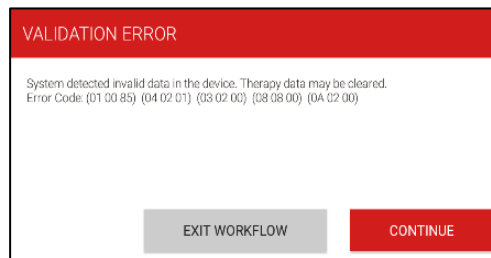
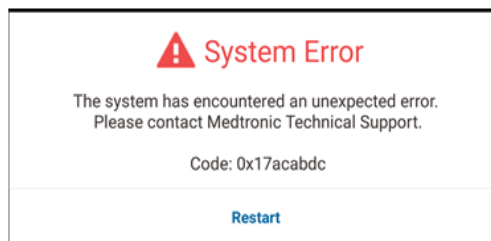

Figure 1 : invite d'erreur de validation
Figure 2 : invite d'erreur système
Medtronic a reçu quatorze (14) rapports entre janvier 2020 et le 24 novembre 2020 indiquant que des utilisateurs ont été confrontés à cette erreur de validation (Figure 1) suivie d'une erreur système (Figure 2) sur l'application logiciel Intellis A710 version 1.3.80 du programmeur médecin CT900 indiquant que la mise à jour de programmation du simulateur n'avait pas pu être menée à terme. Après enquête, il a été établi qu'il y avait une corruption dans un emplacement spécifique de la mémoire du simulateur et que l'application logiciel Intellis A710 version 1.3.80 n'effaçait pas cette corruption comme elle aurait dû le faire, ce qui entraînait une erreur système. Cette erreur système n'est pas courante et la fréquence rapportée est inférieure à 1 sur 10 000.
Ce problème apparaît et est reconnu dans l'environnement clinique lorsque le patient est suivi par un professionnel de santé. Si vous rencontrez « VALIDATION ERROR » (L'erreur de validation) (comme indiqué) avec le code d'erreur (01 00 85) (04 02 01) (03 02 00) (08 08 00) (0A 02 00) **avant** d'installer la dernière version de l'application logicielle Intellis A710, v1.3.130, veuillez sélectionner l'option « **CONTINUE** » (Continuer). Si « **EXIT WORKFLOW** » (Quitter flux de travail) est sélectionnée, veuillez rétablir la communication et sélectionner « **CONTINUE** » (Continuer) en présence de «VALIDATION ERROR» (L'erreur de validation) (figure 1).
Après avoir sélectionné l'option « **CONTINUE** » (Continuer), si cette « **System Error** » (Erreur système) (Figure 2) s'affiche, veuillez contacter votre représentant Medtronic pour obtenir de l'aide pour le téléchargement de la toute dernière application logicielle Intellis A710 v1.3.130. Après avoir téléchargé la toute dernière application logiciel Intellis v1.3.130, veuillez rétablir la communication et sélectionner « **CONTINUE** » (Continuer) pour corriger ce problème.